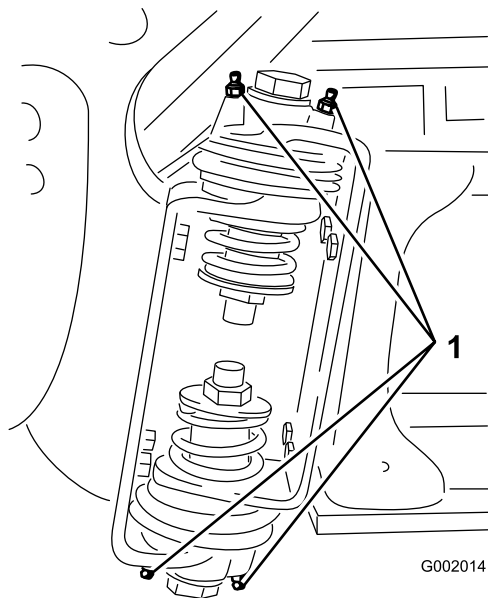

Figura 81
2. Bombee grasa en el cojinete o casquillo de cada punto de engrase **Figura 81**.